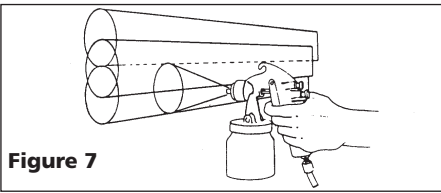

Figure 7
4. Chevaucher les coups juste assez pour obtenir une couche égale. (Voir Figure 7). **REMARQUE:** Deux couches minces de peinture donneront un meilleur résultat qu'une couche épaisse et diminueront le risque de coulements.